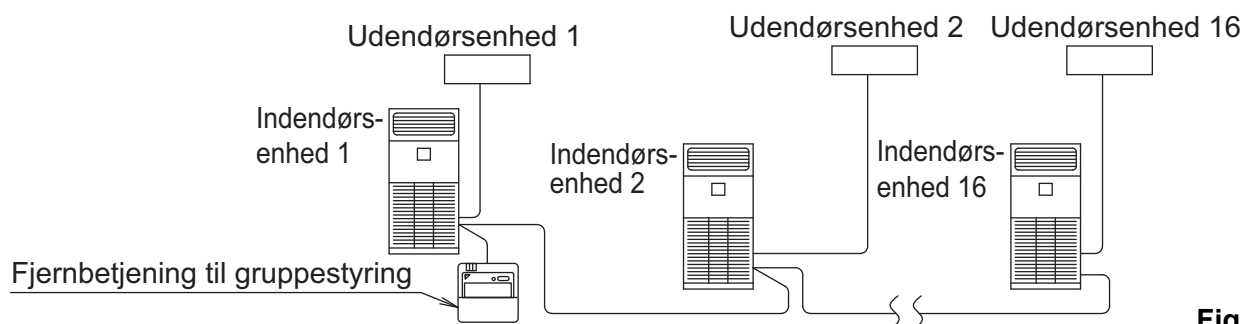

Fig. 36
- Ved anvendelse af en par enhed kan man samtidig starte/standse (gruppe) styring på op til 16 enheder med fjernbetjeningen. (Se fig. 36)